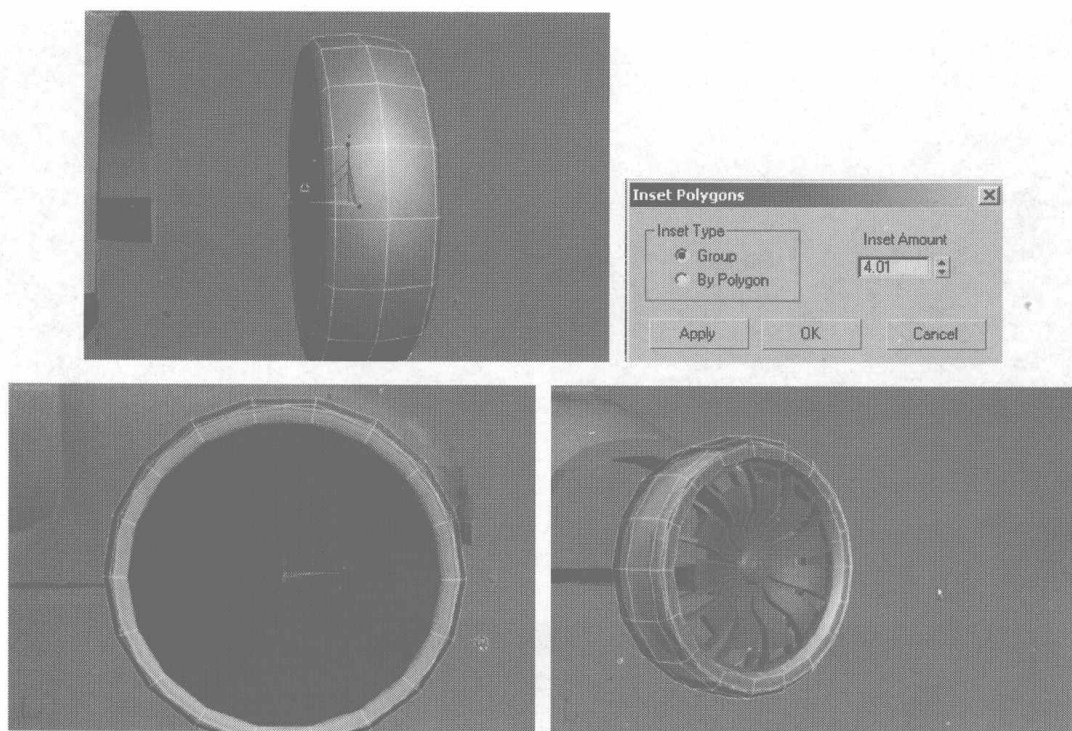

图 7.278
- 35 选择圆柱形的两个面，单击 **Inset** 按钮右边的小方块，在弹出的对话框中设置加面参数，单击 **OK** 按钮，添加一个新面，然后按 **Delete** 键，将该面删除，如图 7.278 所示。